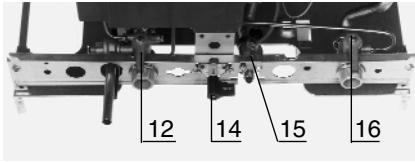

Fig. 18
2) Remplissage du circuit de chauffage (fig. 18, p. 7).
- Vérifier que les deux robinets (12 et 16) du chauffage ainsi que le robinet (15) du réchauffage ballon sont bien ouverts.